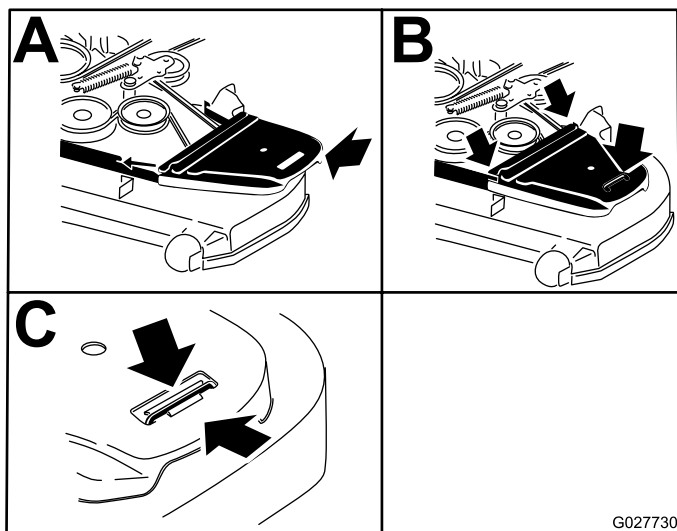

Figura 75
14. Montate i paracinghia (Figura 75).